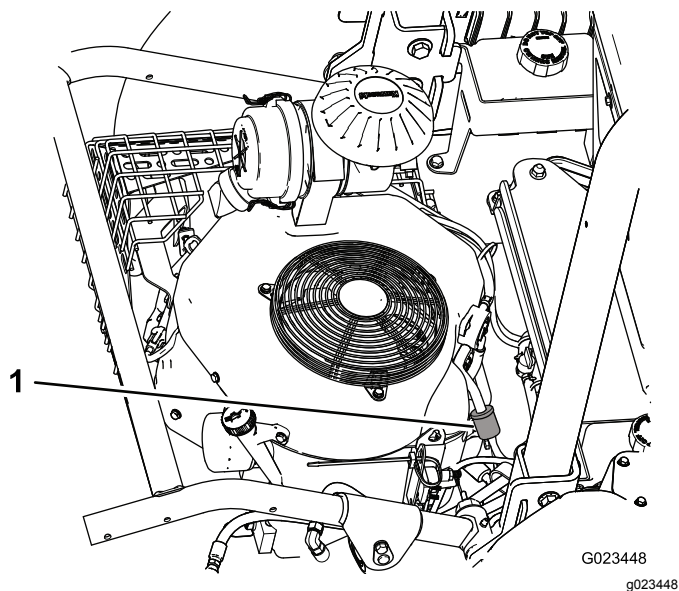
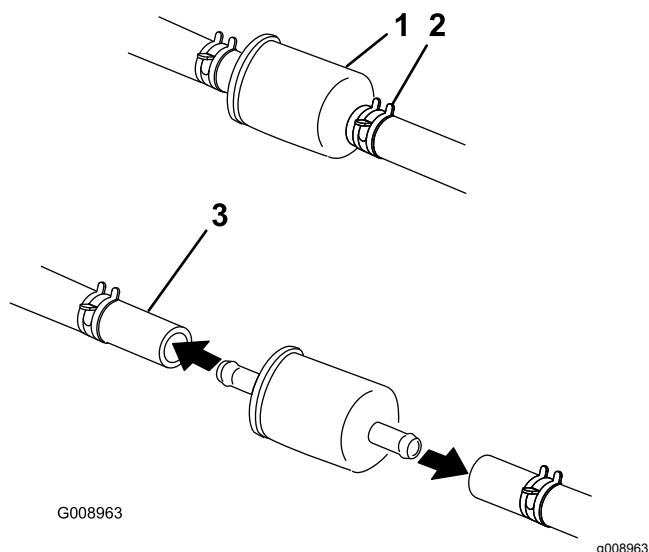

Рисунок 48
Рисунок 49
1. Ослабьте шланговый хомут на стороне фильтра, обращенной к карбюратору, и отсоедините топливный трубопровод от фильтра (**Рисунок 48** и **Рисунок 49**).